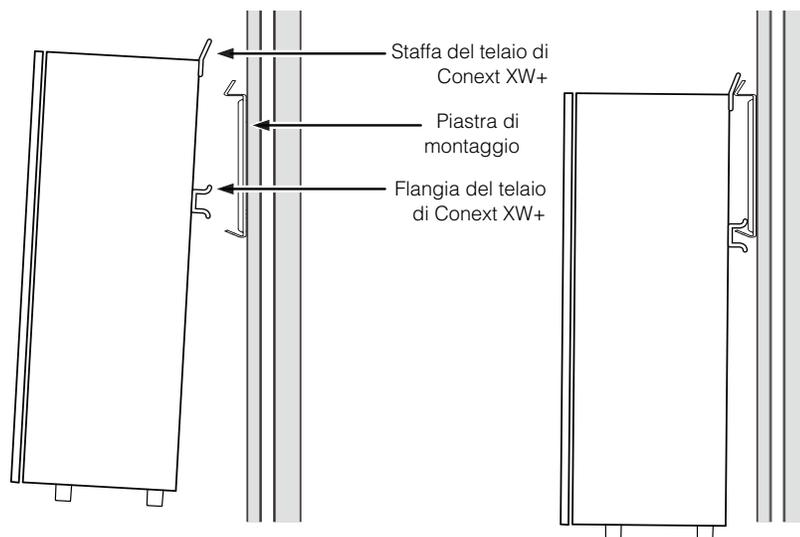

Figura 2-6 Montaggio a parete di Conext XW+
1. Allineare la flangia sul retro del telaio di Conext XW+ al bordo inferiore della piastra di montaggio, come mostrato nella Figura 2-6.